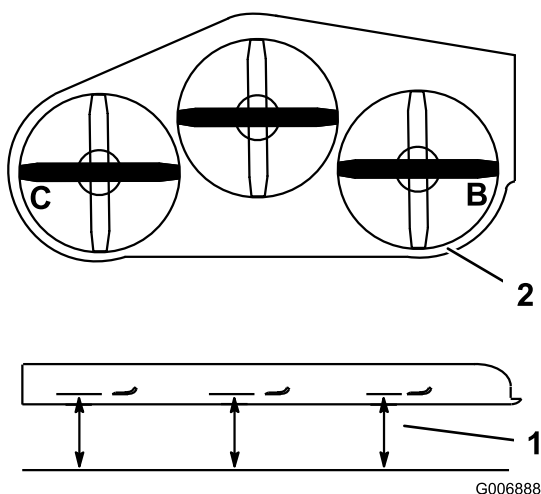

Figure 81
4. Mesurez la distance aux points **B** et **C** entre une surface plane et le bord coupant des pointes des lames (Figure 81).